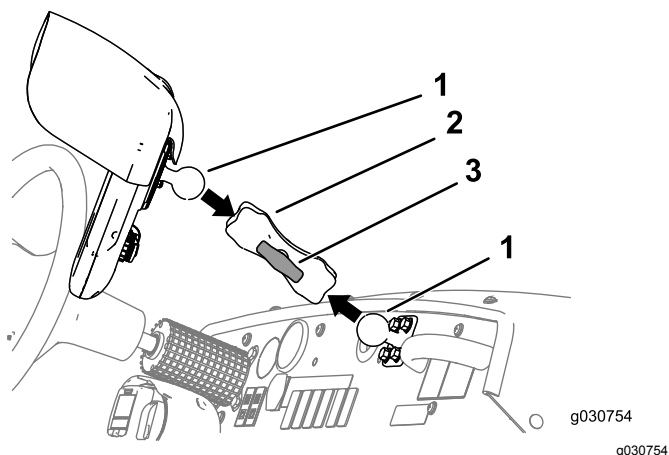

Figura 159
3. Allentate la manopola del braccio del monitor fino a quando non riuscite a infilare il perno orientabile a sfera per il raccordo nella parte posteriore del monitor dell'irroratrice e il perno orientabile a sfera per il supporto nel cruscotto nel braccio del monitor della presa (Figura 159).
4. Dal sedile di guida (sedile sinistro), regolate la posizione del monitor dell'irroratrice in modo da poter visualizzare con facilità il display (Figura 159).
5. Serrate la manopola per il braccio del monitor manualmente (Figura 159).